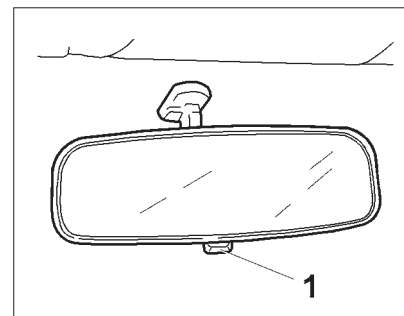

Рис. 26. Внутреннее зеркало
**Внутреннее зеркало** заднего вида регулируется поворотом вокруг шарнирной головки. При ослеплении светом фар движущегося сзади транспорта измените угол наклона зеркала при помощи рычажка 1 (рис. 26). Внутреннее зеркало без рычажка 1, с противоослепляющим покрытием, изменение угла наклона этого зеркала не предусматривается. **В варианном исполнении** может устанавливаться внутреннее зеркало без рычажка 1, с противоослепляющим покрытием, изменение угла наклона этого зеркала не предусматривается.